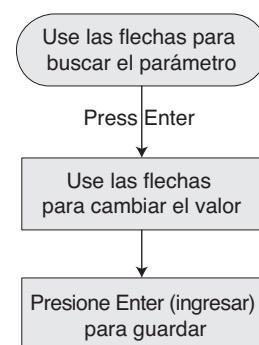

Figura 12 - Cambiar el valor de un parámetro.
2. Siga la secuencia de teclas de la figura 12:
La contraseña bloquea o desbloquea los botones azules del teclado (Figura 2). Todas las unidades del Intellidrive se envían de fábrica con la contraseña predeterminada 7777. Se puede cambiar a cualquier otro número de 1 a 4 dígitos. Para restablecer la contraseña a una contraseña única para la unidad, desbloquee el teclado y siga la secuencia de teclas de la figura 12 para hacer el cambio.